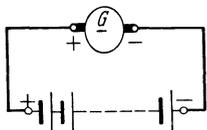

Abb. 5. Laden von Akkumulatoren.
39. Beim Laden der Akkumulatoren steigt die EMK einer Zelle zunächst auf $2,2 [2,23] \text{ V}$ an, während der innere Widerstand (siehe Aufgabe 38) nahezu unverändert bleibt. Welche EMK muß die zum Laden benutzte Maschine G (Abb. 5) besitzen, wenn der Widerstand der Maschine und der Zuleitungsdrähte $0,1 [0,34] \Omega$ beträgt und die Ladung mit $30 [65] \text{ A}$ Strom vor sich gehen soll?